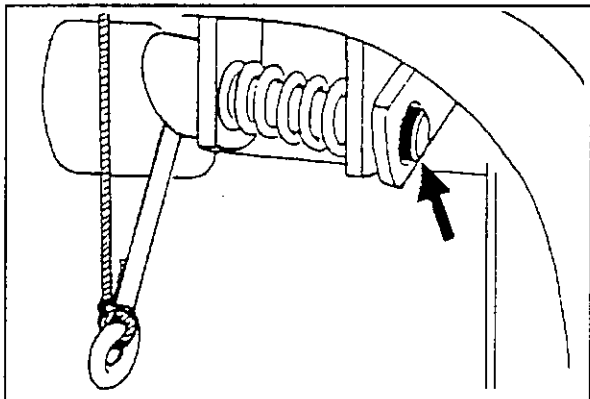

fig. 4-32
7. ... le goujon de la sécurité de transport s'enclenche (fig. 4-32).